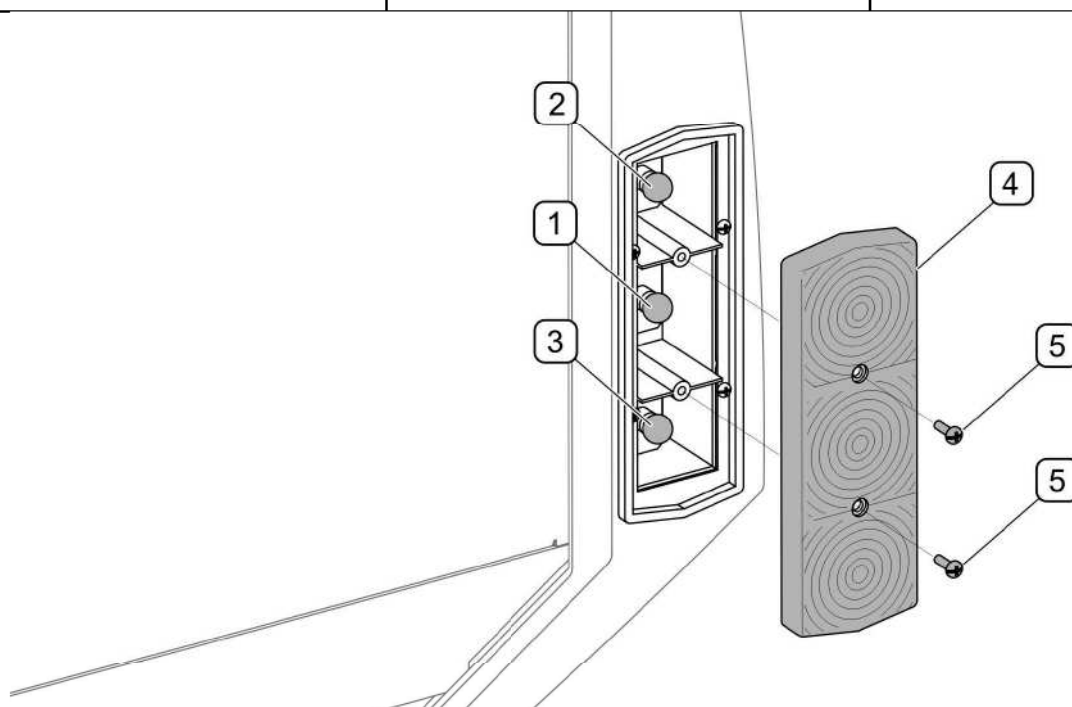

РИСУНОК 5.30А Замена лампочек.
После подсоединения к 7-пиновому разъему на тракторе проверьте функционирование световой сигнализации. Если перегорит лампочка, нужно отвинтить винты (5), крепящие колпак (4) фары, и заменить перегоревшую лампочку (РИСУНОК 5.30А).